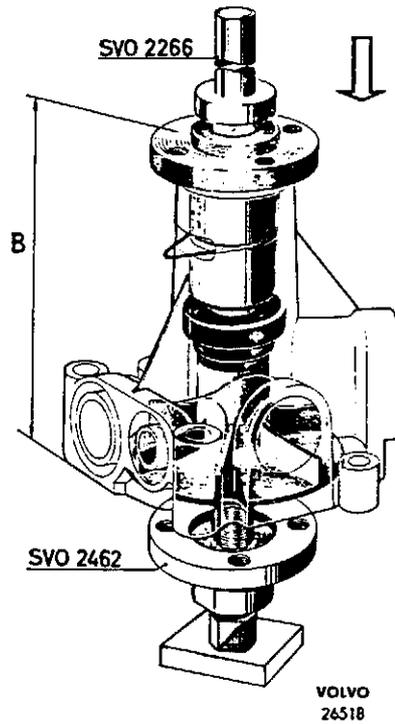

Abb. 81. Einbau der Keilriemenscheibe
4. Pumpe umdrehen. Einen Gegenhalter unter dem Wellenende in der Bohrung des Flügelrades anbringen und die Nabe mit dem Dorn SVO 2266 aufpressen. Bei der Arbeit einen Gegenhalter, beispielsweise den Abzieher SVO 2462, verwenden, wobei die Zentrumschraube so eingeschraubt ist, daß sie die Welle stützt. Vorsichtig so weit anpressen, daß das Maß B, lt. Abb. 81, $105 \pm 0,2$ mm beträgt.